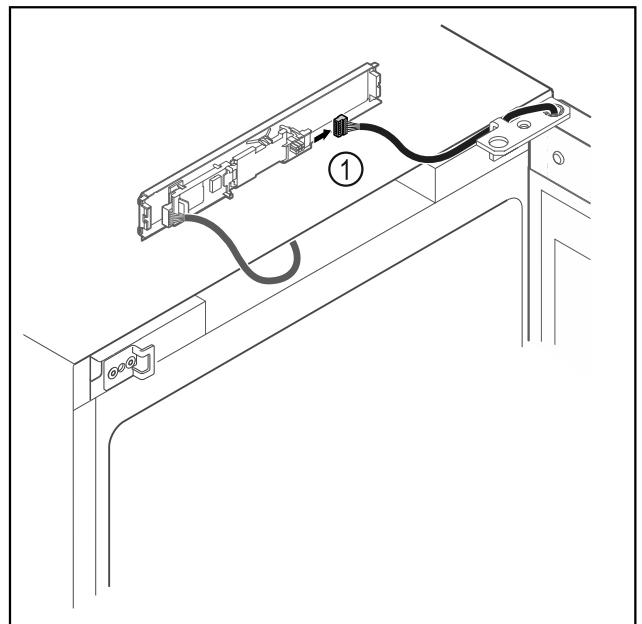

Fig. 19
- Отсоедините штекер Fig. 19 (1) от панели.